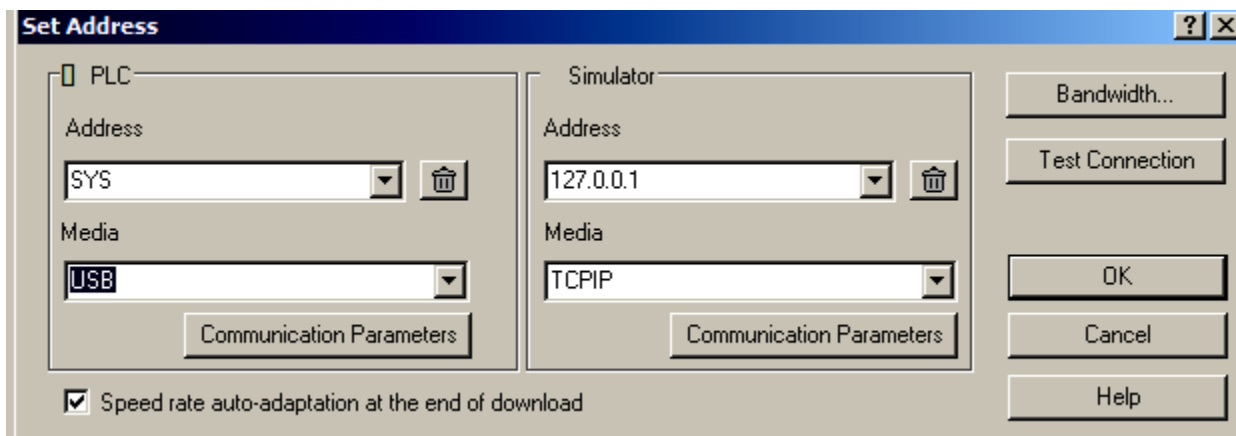

Рис.1.29. Налаштування з'єднання з реальним ПЛК через USB.
30. При необхідності з'єднання з реальним ПЛК M340 через порт USB, налаштувати адресу та перевірити з'єднання як на рис.1.29 (меню *PLC->Set Address*, перевірка з'єднання – кнопка "Test Connection");